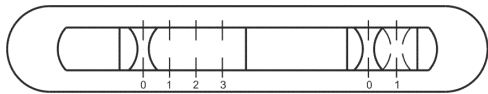

рис. 7
7.2 Управление вытяжкой производится при помощи ползунок переключателя (рис.7)